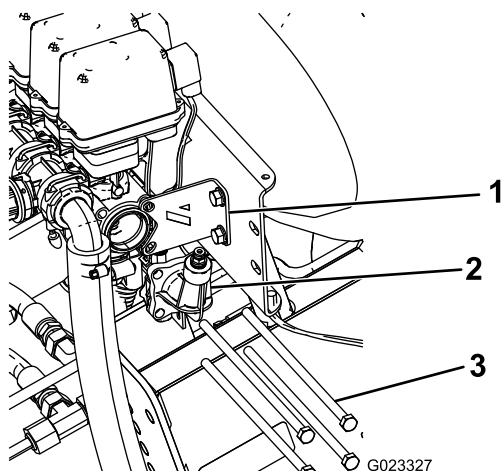

Bild 10
1. Entfernen Sie die vier langen Schrauben, mit denen der Druckmanometeranschluss an den Auslegerventilen befestigt ist und werfen sie weg (Bild 10). Bewahren Sie die flachen Scheiben und Muttern auf.
2. Entfernen Sie die zwei Schrauben und Muttern, mit denen die Stabilisierungshalterung am Ventil befestigt ist, und bewahren sie auf (Bild 10).